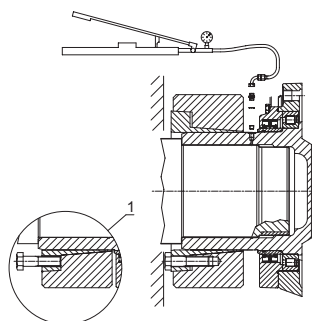
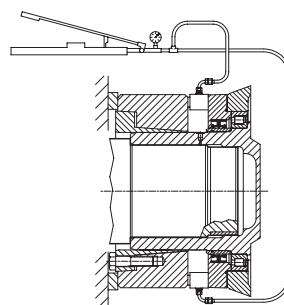

Fig. 5
Fig. 6
2) Nel caso gli anelli non si separassero spontaneamente dopo avere allentato le viti, trasferirne alcune nei fori di estrazione dell'anello interno (Fig.5 dettaglio 1) e avvitandole, separare quest'ultimo dall'anello esterno.
3) Fare scorrere il giunto assialmente come da fig.5 per permettere l'utilizzo del foro G 1/8" che consente l'immissione di olio in pressione (max. 1000 bar) al fine di facilitare lo smontaggio del riduttore dall'albero della macchina. Se con l'utilizzo del metodo descritto, il riduttore non si libera, in quanto l'accoppiamento dell'albero non assicura la tenuta della pressione, allora si può agire nel modo rappresentato nella fig. 6. Se lo spazio a disposizione lo permette, utilizzando appositi spintori idraulici, occorre fare reazione su n°2 borchie a 180° che si trovano sui coperci porta tenute, senza superare i seguenti carichi assiali: